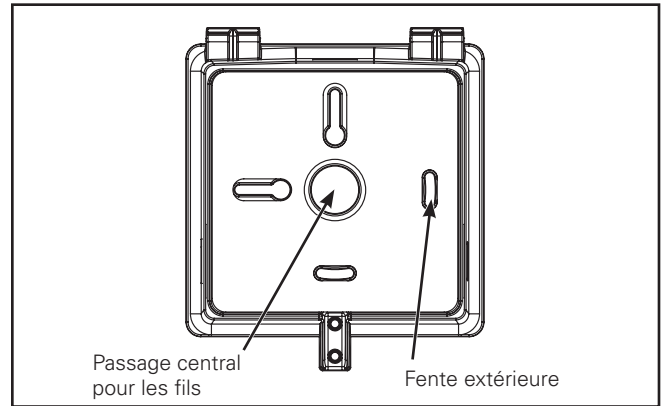

Figure 2.
- Séparez le couvercle du boîtier du dispositif crosstour du boîtier arrière. Retirez les joints percés indiqués sur le boîtier arrière. (Figure 2.)